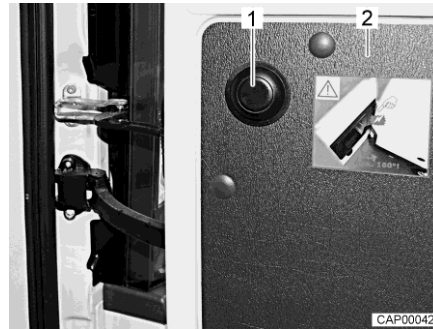

Bild 15 Druckknopf zum Lösen der Begrenzung
- Hecktür (Bild 15,2) bis zum Anschlag öffnen.
- Druckknopf (Bild 15,1) drücken, Hecktür festhalten und vorsichtig weiter öffnen.